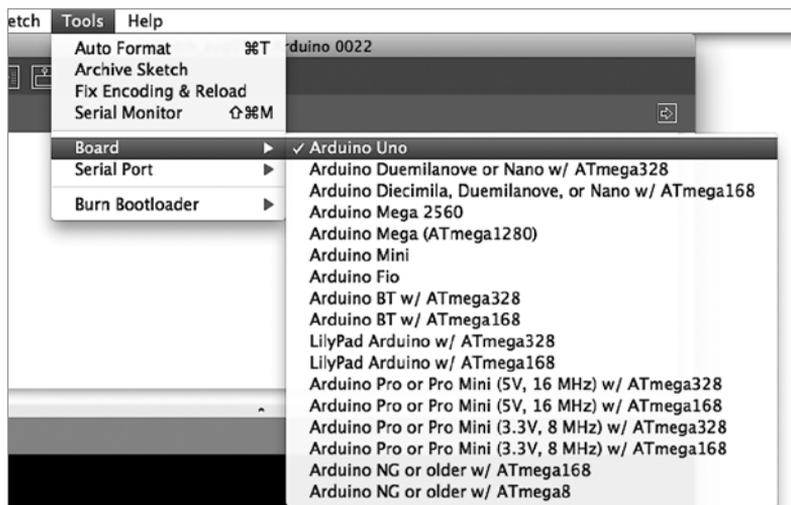

Рис. 1.13. Выбор типа платы Arduino
- В заключение сообщите среде разработки тип подключенной платы Arduino. Это очень важный шаг, потому что платы Arduino могут существенно отличаться друг от друга. Например, если вы приобрели наиболее распространенную модель Uno, выберите пункт меню **Tools** ▶ **Board** ▶ **Arduino Uno** (Инструменты ▶ Плата ▶ Arduino Uno), как показано на рис. 1.13. Более подробно о различиях плат Arduino мы поговорим в главе 11.
2. В заключение сообщите среде разработки тип подключенной платы Arduino. Это очень важный шаг, потому что платы Arduino могут существенно отличаться друг от друга. Например, если вы приобрели наиболее распространенную модель Uno, выберите пункт меню Tools ▶ Board ▶ Arduino Uno (Инструменты ▶ Плата ▶ Arduino Uno), как показано на рис. 1.13. Более подробно о различиях плат Arduino рассказывается в главе 11.
4. В заключение сообщите среде разработки тип подключенной платы Arduino. Это очень важный шаг, потому что платы Arduino могут существенно отличаться друг от друга. Например, если вы приобрели наиболее распространенную модель Uno, выберите пункт меню **Tools** ▶ **Board** ▶ **Arduino Uno** (Инструменты ▶ Плата ▶ Arduino Uno), как показано на рис. 1.13. Более подробно о различиях плат Arduino рассказывается в главе 11.